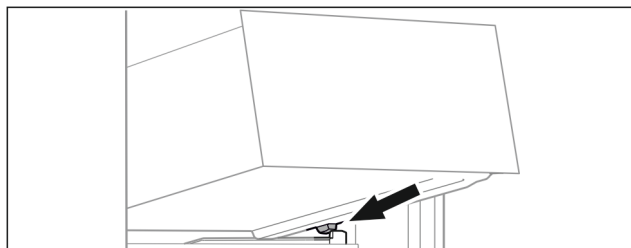

Fig. 63
- ▶ Nasadte zásuvku šikmo za zárážkami na rebro nádoby. (pozri Fig. 63)